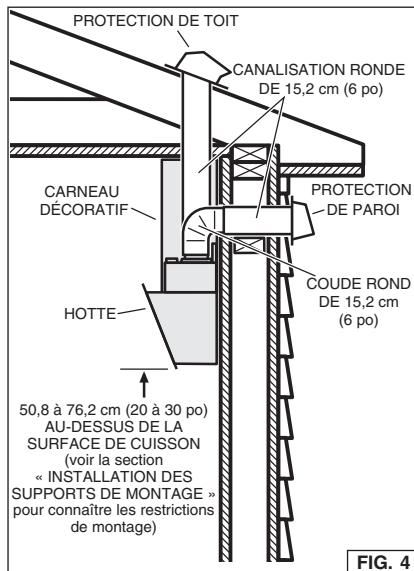

FIG. 4
1. Décidez à quel endroit passera la canalisation entre la hotte et l'extérieur. Fig. 4.